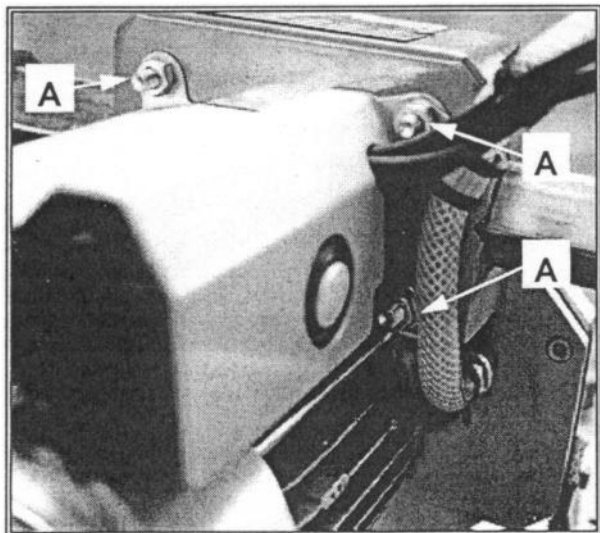

Fig. 4.1
1. Lossa bultarna (Fig. 4.1-A)